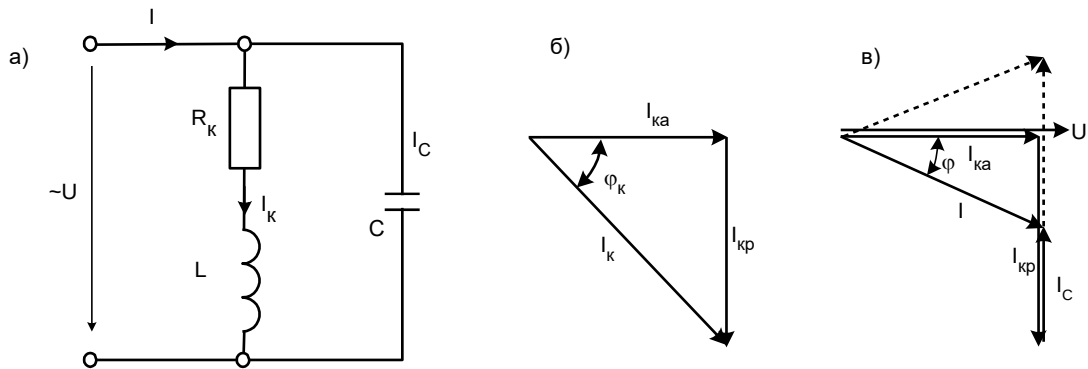

Рис.3.6
(рис.3.6а), то напряжение на них одно и то же, а ток I на входе цепи представляет сумму тока в катушке I_k , отстающим от напряжения на угол φ и тока в конденсаторе I_C , опережающего напряжение на 90° .
Для сложения токов сначала представим ток в катушке в виде двух составляющих: активной $I_{ка}$, и реактивной $I_{кр}$, как показано на рис.3.6.б, а затем нарисуем из конца вектора $I_{кр}$ вектор тока в конденсаторе (рис. 3.6.в), опережающий напряжение на 90° и получим суммарный ток. Из векторной диаграммы следует, что
- Соберите цепь (принципиальная схема рис. 3.6, монтажная – 3.7), включив в каждую ветвь по миниблоку для подключения амперметра. Конденсаторы в первом опыте не включайте.